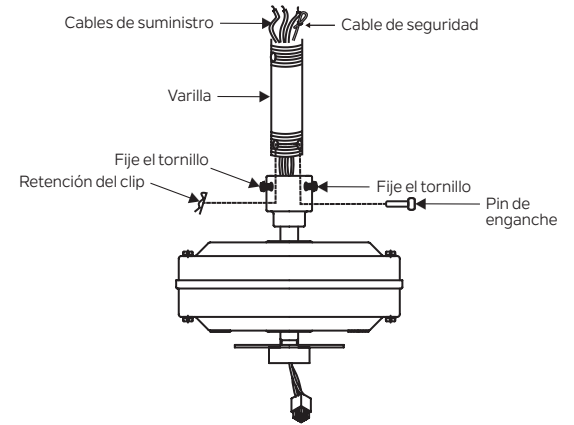

Fig. 8
Paso 6. Afloje los dos tornillos de fijación y retire el pasador de enganche y el clip de retención del acoplamiento en la parte superior del conjunto del motor. (Fig. 8)
A continuación, reemplace el pasador de enganche y el clip de retención. Apriete ambos tornillos de fijación. (Fig. 8)